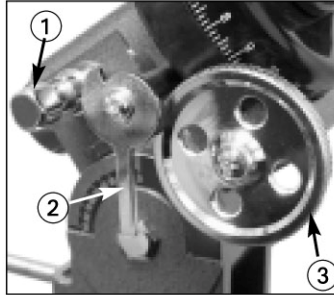
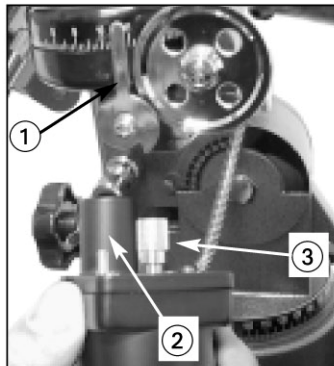

Fig. 11: (1) Eje para montaje de motor, (2) Clutch de motor, (3) Engrane de motor.
Fig. 15: Deslice el motor en la flecha. Note que (1) la viela del clutch apunta hacia arriba. La flecha (2) del motor bajo el engrane.
Nota: Antes de intentar la instalación del motor de A.R. en su telescopio Modelo 114/900 EQ-AST, asegúrese que el telescopio esté completamente ensamblado de acuerdo a las instrucciones de este manual. Las partes del telescopio que se utilizan en los siguientes procedimientos se indican en las **Figs. 11 y 12**.
3. Acomode el clutch del motor (**1, Fig. 15**) de tal manera que apunte hacia arriba. Entonces inserte la ranura circular del motor (**2, Fig. 15**) en la flecha para el motor (**2, Fig. 11**). Asegúrese que la flecha del motor esté colocada justo abajo del engrane de A.R. del telescopio (**3, Fig. 11**).
5. Apriete la perilla de aseguramiento del motor (**1, Fig. 16**). Mueva el clutch del motor (**1, Fig. 15**) hacia la perilla de aseguramiento (vea la **Fig. 16**). Si instaló el motor correctamente, el motor se moverá hacia abajo y luego hacia arriba cuando lleve a leva del clutch a su posición original.
Para Habilitar el motor, presione la viela del clutch (de ser necesario) se tal manera que apunte aproximadamente hacia arriba (vea **Figs. 15 y 16**).